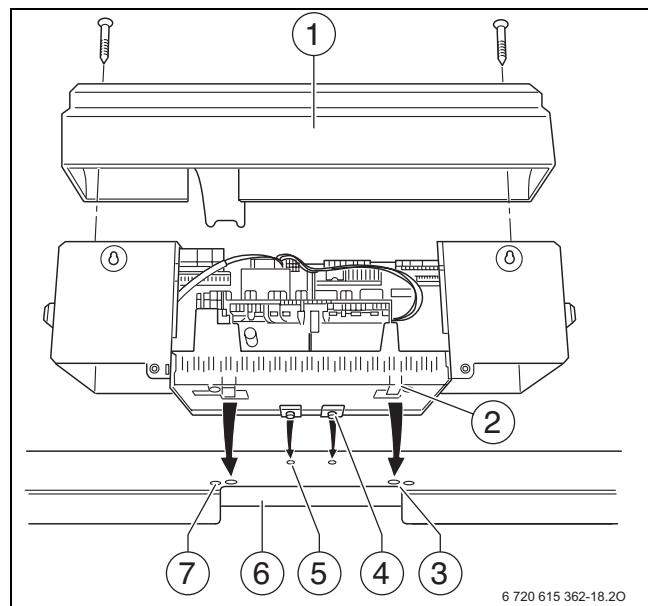

Рис. 21 Система управления
На рис. 21 показана система управления и передняя крышка [1] сзади.
- ▶ Установите крышку на систему управления (→ рис. 21, стр. 32).
- ▶ Закрепите крышку винтами (рис. 21, стр. 32).